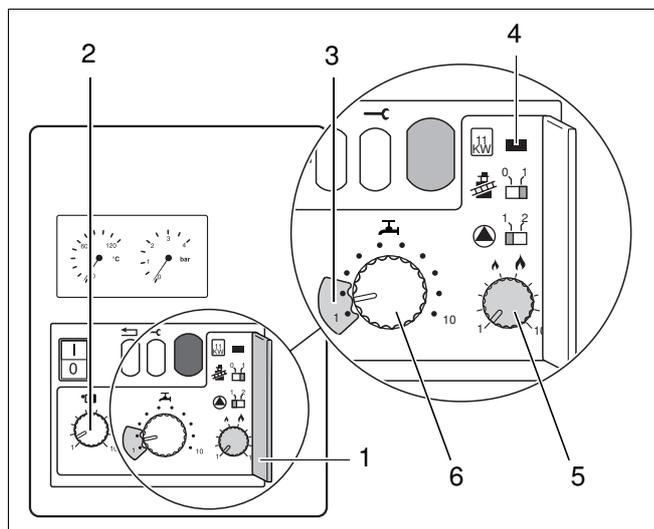

Abb. 21 Vorlauftemperatur, Warmwassertemperatur
- Abdeckung der 2. Bedienebene (Abb. 21, Pos. 1) öffnen .
- Regler (Abb. 21, Pos. 2) auf die gewünschte maximale Vorlauftemperatur, je nach Auslegung der Anlage und entsprechend Tab. 3 einstellen.
- Mit dem Regler für die Warmwassertemperatur (Abb. 21, Pos. 6) Warmhalte- oder Auslauf-temperatur entsprechend Tab. 4 einstellen.
Zur Vermeidung von Energieverlusten Regler (Abb. 21, Pos. 6) auf Kaltstarteinstellung "1" stellen. Blockierung (Abb. 21, Pos. 3) dazu abnehmen und nach Einstellung wieder aufdrücken.
Gewünschte Warmwassertemperatur mit Regler für Warmwassertemperatur (Abb. 21, Pos. 6) entsprechend Tab. 5 einstellen.
- Heizleistung (Tab. 6) je nach erforderlichem Wärmebedarf am Regler (Abb. 21, Pos. 5) einstellen. Erforderlichen Wärmebedarf entsprechend DIN 4701 berechnen.
Bei Verwendung des Außenwandanschlusses für die Abgasführung ist die Leistung auf 11 kW zu beschränken. Der Regler (Abb. 21, Pos. 5) wird damit unwirksam.
- Jumper entfernen (Abb. 21, Pos. 4) und aufbewahren.